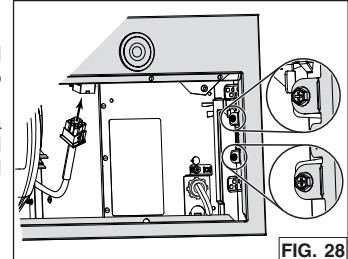

FIG. 28
6. Vuelva a instalar y fije el panel frontal a la campana usando los 4 tornillos de sujeción (dos por lado, rodeados en la FIG. 28). Enchufe el cable del ventilador a su conector en el panel frontal.